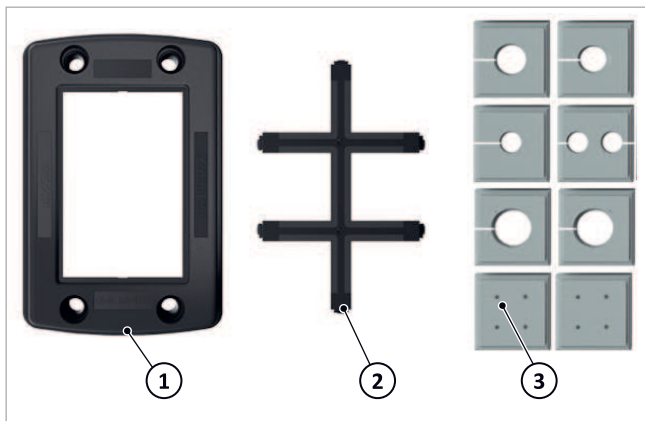

Abb. 9: Leitungsdurchführungssystem mit Ölleitung
3. Ölleitungen vom Brenner zum Filter durch den Ausschnitt (1) im Basisblech führen und anschließen. Dazu ggf. das Inlay (siehe → Abb. 9, S. 9.) herausnehmen und wieder einsetzen.